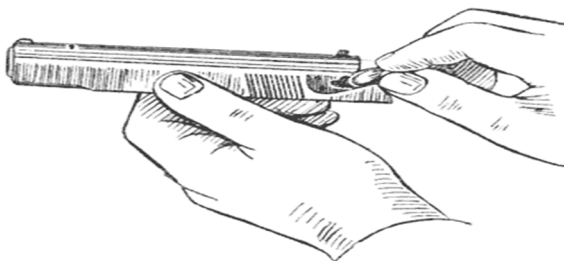

Рис. 15. Отделение предохранителя от затвора
7. *Отделить предохранитель и ударник от затвора.* Взяв затвор в левую руку, большим пальцем правой руки повернуть флажок предохранителя вверх, затем указательным и большим пальцами правой руки отвести флажок из гнезда несколько в сторону, повернуть дальше назад и вынуть из гнезда затвора (рис. 15).